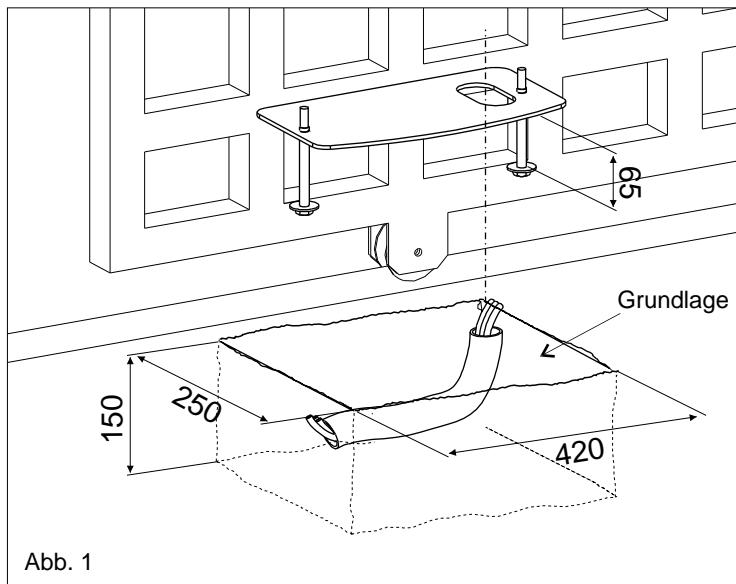

Abb. 1
**2.1.** Ein Fundament aus Zement gemäß den in Abbildung 1 vorgegebenen Maßen herstellen, auf dem die Grundplatte und die Verankerungsbolzen einzementiert werden.
**Achtung:** Soweit es die Torstruktur erlaubt, wird empfohlen die Platte um 50mm vom Boden anzuheben, um eventuelle Wasseransanstaungen zu vermeiden (Fig.1).